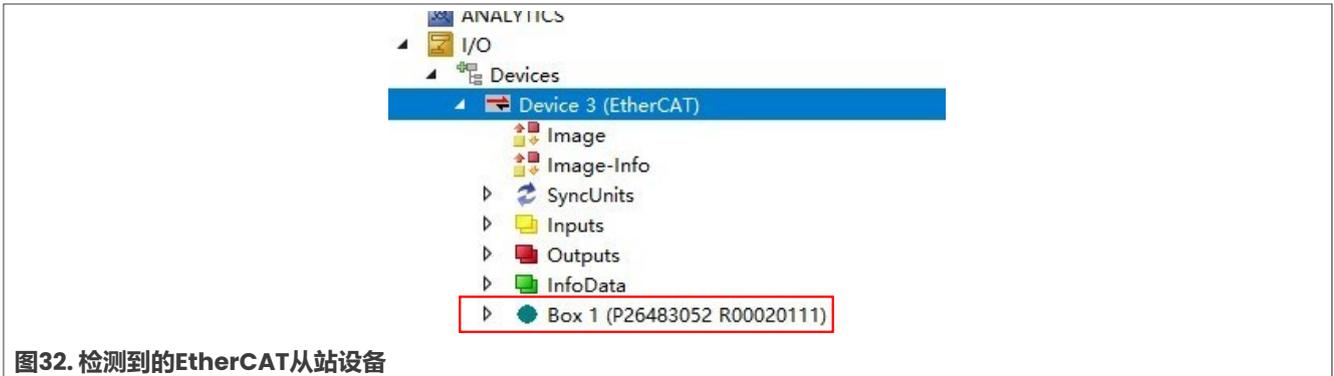

图32. 检测到的EtherCAT从站设备
9. 在此阶段，将检测到Box。如果是第一次扫描EtherCAT从站设备，此Box的显示如图32所示。